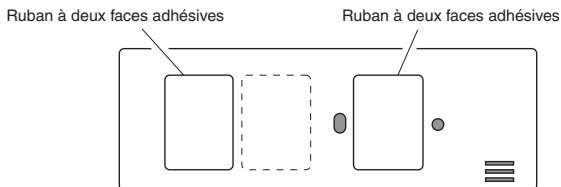

Figure 6
- Retirez la pellicule protectrice d'un côté des deux morceaux de ruban adhésif double-face, puis apposez les deux morceaux à l'arrière du module d'extension, comme illustré à la Figure 6.